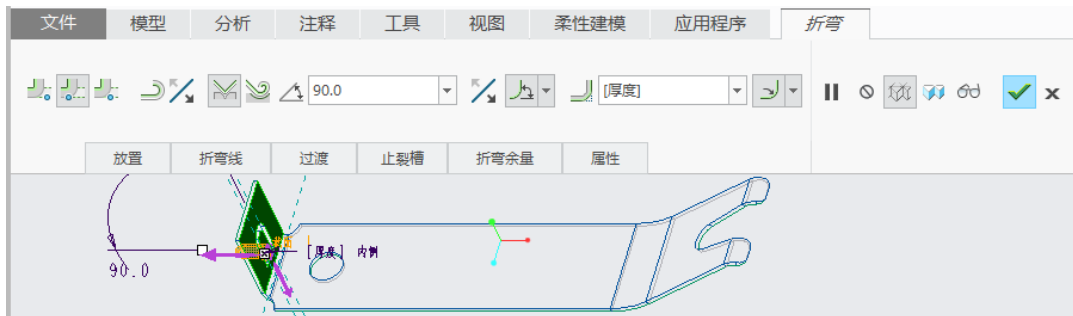

图 5-77 更改折弯方向并设置其他折弯参数
(6) 在“折弯”选项卡中，根据需要设置其他折弯参数，并确保折弯方向满足设计要求，如图 5-77 所示。